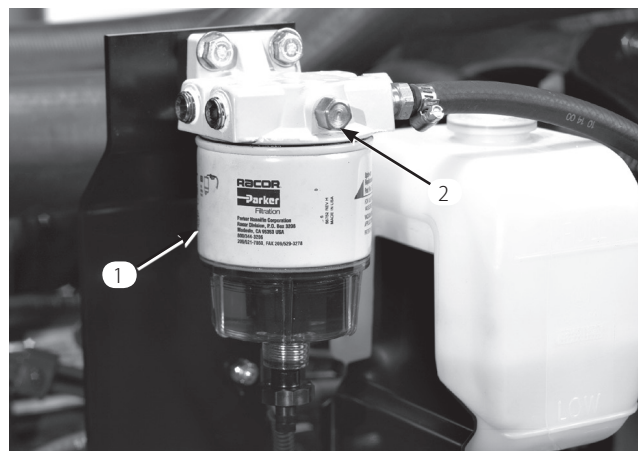

図 14
3. 燃料フィルタ・水セパレータ(図14)のエア抜きプラグを開く。